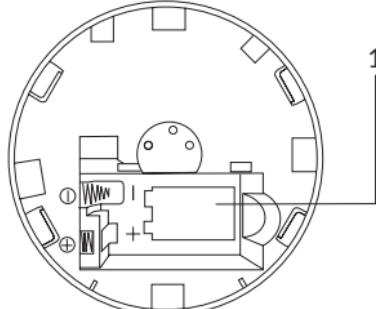

Fig. 3
6.2. Insérez la batterie dans l'appareil (fig. 3, position 1).